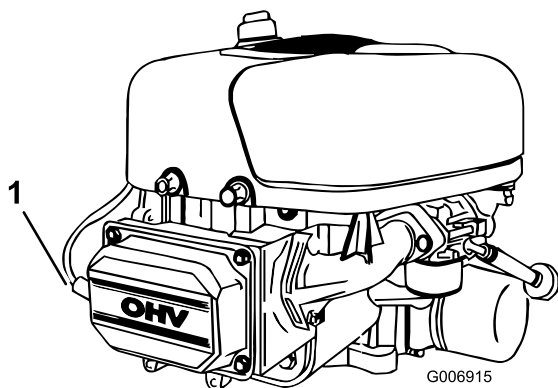

Figura 23
5. Scollegate il cappello dalla candela (Figura 23).
3. Collegate il cappello alla candela (Figura 23).